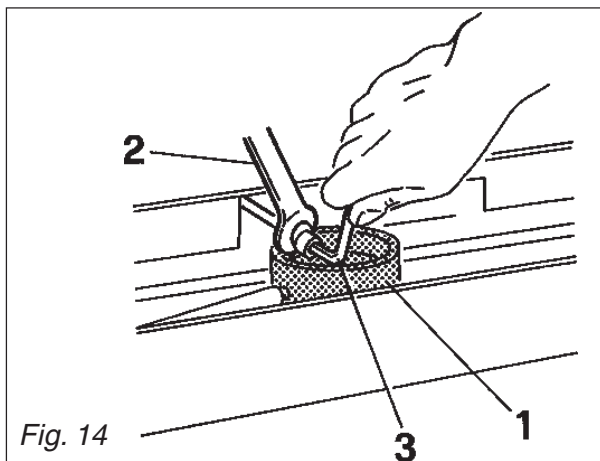

Fig. 14
- Mit einem Schlüssel 1 den Anschluß 2 Abb.14, welcher sich über der Abflußwanne befindet, festhalten und gleichzeitig die Inbusschraube 4 um höchstens drei Umdrehungen lösen;